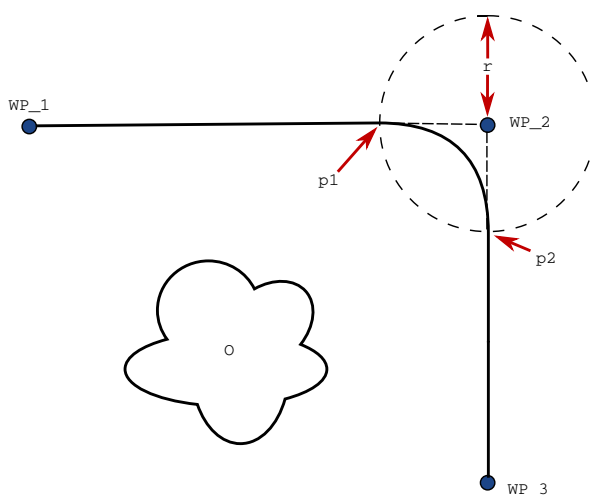

Figura 15.3: Amestecare WP\_2 cu raza  $r$ , poziție inițială amestecare la  $p1$  și poziție finală amestecare la  $p2$ . O este un obstacol.
**Parametri amestec** Pe lângă punctele de trecere, mai mulți parametri vor influența traiectoria amestecului (vezi figura 15.3):